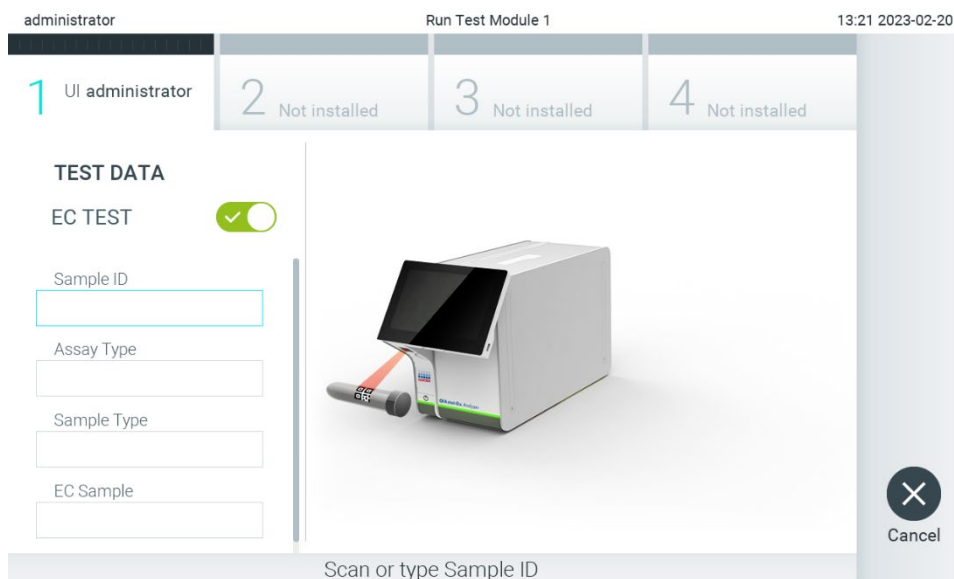

Abbildung 92. Einschalten der Umschalttaste „EC Test“ (EC-Test) zur Aktivierung eines EC-Tests.
2. Schalten Sie die Umschalttaste EC Test (EC-Test) ein (Abbildung 92).
3. Scannen Sie nach Aufforderung den Proben-ID-Barcode mit dem im Betriebsmodul integrierten Barcodeleser (Abbildung 92).